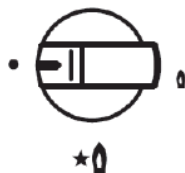

Abb. 8
- För att slå på kokplattan, tryck på motsvarande kontrollratt och vrid den moturs till den stora flamsymbolen (fig. 8).